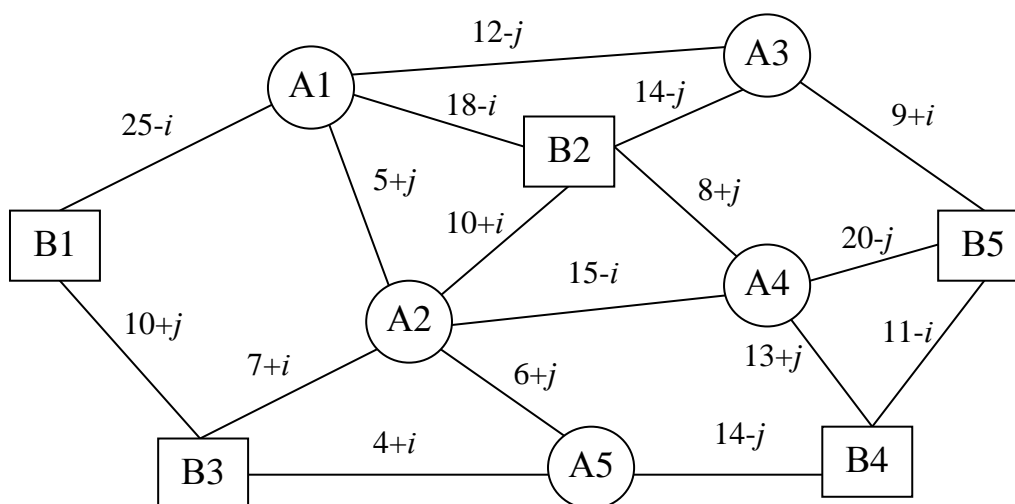

Рис. 1.1 – Топологічна схема транспортної мережі:
Задача. Використовуючи топологічну схему транспортної мережі (рис. 1.1) та обсяги відправлення та споживання вантажу (табл. 1.1), необхідно знайти оптимальний план закріплення постачальників за споживачами, що забезпечував би мінімум транспортної роботи при перевезеннях.
1. За даними рис. 1.1 та табл. 1.1 скласти транспортну матрицю, вважаючи, що i дорівнює останній, а j – передостанній цифрі номеру залікової книжки або студентського квитка.